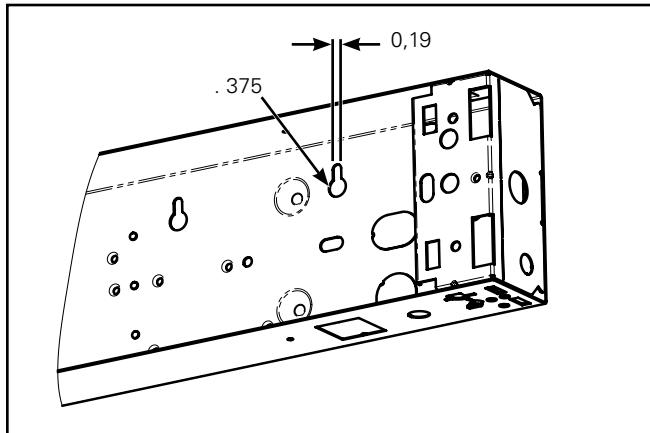

Figura 3.
1. Oriente la luminaria de modo que las ranuras de la chaveta en la superficie inferior del canal queden hacia arriba. (Los orificios en la parte inferior y las ranuras hacia arriba.) (Figura 3)